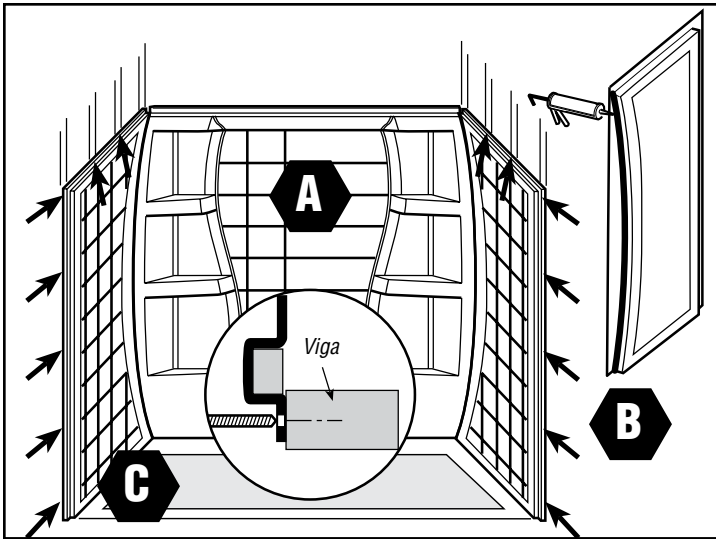

Figura 4
3 Si está instalando uno de nuestros juegos de paredes, prosiga con las instrucciones de "Instalación de Juego de Pared" a continuación. Si está instalando greenboard con algún otro revestimiento, deje una separación de 1/8" entre el borde de la base y el material de la pared para evitar la posibilidad de que el agua llegue a la pared. Cuando termine con la pared, selle este espacio con calafateado (Figura 4).
- 5** Coloque una capa de adhesivo en cada viga de la pared que entrará en contacto con los paneles laterales. También coloque una capa de adhesivo en el borde de los paneles laterales como se muestra en la Figura 4. Instale cada panel lateral deslizándolo firmemente contra cada esquina. Presione firmemente cada panel para asegurar que se adhiera correctamente a las vigas de la pared. Marque y perforo un agujero de 3/16" en el centro del ala de fijación en la parte superior del panel en el centro de cada viga. Perfore también agujeros de 3/16" en el ala de sujeción frontal de cada panel lateral a intervalos de aproximadamente 12" centrados en el ala (Figura 4). Martille clavos galvanizados de 3/4" para techo en las vigas de la pared a través de cada agujero para fijar los paneles de la pared.